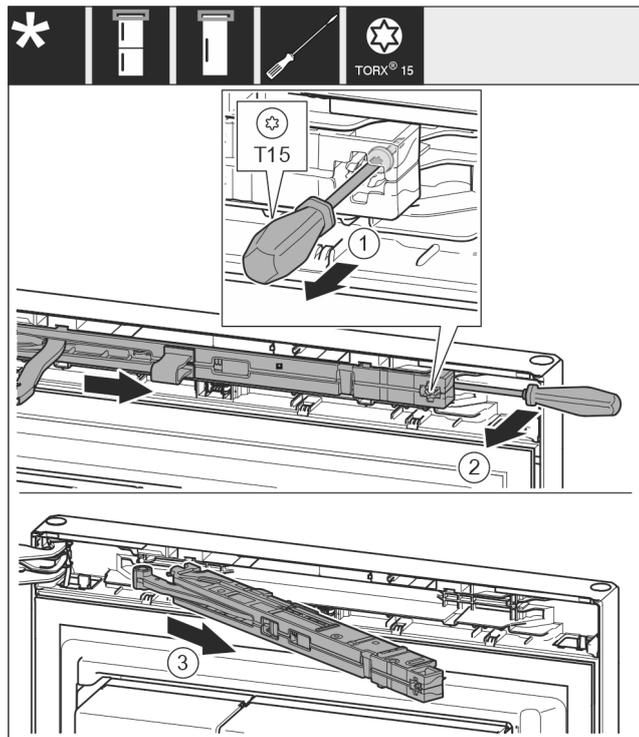

Fig. 10
- ▶ Suelte el tornillo en la unidad de amortiguador de cierre aprox.14 mm con el destornillador T15. Fig. 10 (1)
- ▶ Desplácelo con un destornillador por el lado del tirador detrás de la unidad de amortiguador de cierre y gire la unidad hacia delante. Fig. 10 (2)
- ▶ Extraiga la unidad de amortiguador de cierre. Fig. 10 (3)